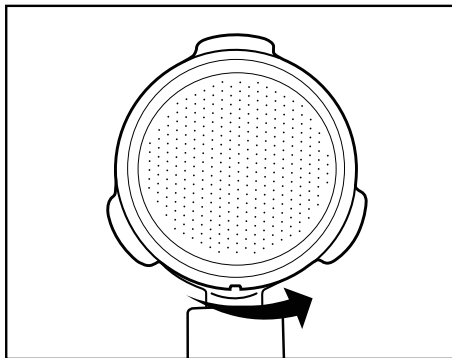

Figura 3
- Rode então um pouco o filtro de café grande **19** ou pequeno **20**, de modo que não possa cair (Figura 3).